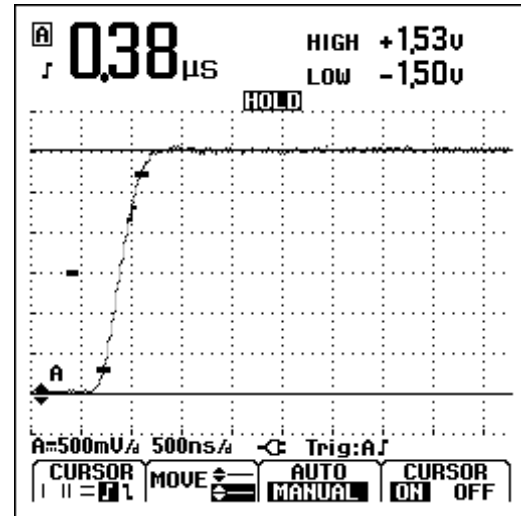

Abbildung 1-21. Anstiegszeitmessung mit Hilfe der Cursors
Der Meßwert zeigt die Anstiegszeit von 10 % auf 90 % der Schreibspuramplitude und die Spannung an den jeweiligen Cursorpositionen gegenüber dem Null-Symbol (-) an. Siehe Abbildung 1-21.
- Benutzen Sie das optisch isolierte RS-232-Adapterkabel (PM9080), um einen Computer an die sog. optische Schnittstelle oder OPTICAL PORT Ihres Meßgeräts anzuschließen. Siehe Abbildung 1-21.